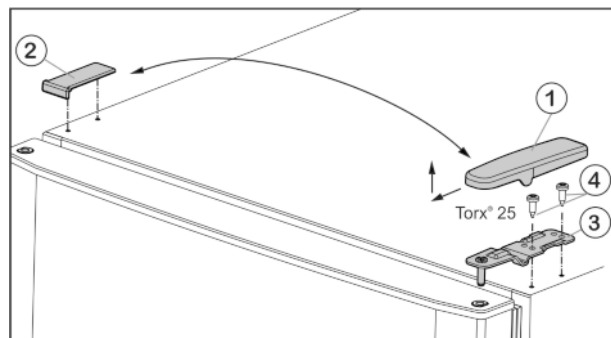

Fig. 5
- ▶ Retirer le cache Fig. 5 (1) par l'avant et le haut.
- ▶ Soulever le cache Fig. 5 (2).
- ▶ Dévisser le support de palier supérieur Fig. 5 (3) 2 fois Torx® 25 Fig. 5 (4) et le retirer par le haut.
- Placer le support de palier supérieur Fig. 5 (3) sur le nouveau côté de la charnière et dans la porte.
- Revisser le support de palier (en appliquant un couple de 4 Nm) (2 Torx® 25) Fig. 5 (4). Utiliser au besoin une visseuse sans fil.
- Replacer le cache Fig. 5 (1) du côté opposé par l'extérieur et l'enclencher.
- Replacer le cache Fig. 5 (2) du côté opposé par le haut et l'enclencher.